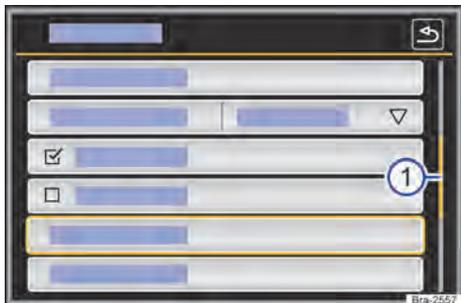

Fig. 99 Representación esquemática: entradas de la lista en el menú de configuraciones.
Se puede acceder a las entradas de la lista mediante un toque directo en el display o por medio de la tecla de regulación → **fig. 99 (4)**.
Si en una vista de lista hay más registros seleccionables de los que se puede ver, se muestran botones de función para desplazar o una barra de desplazamiento a la derecha en la imagen → **fig. 99 (1)**.